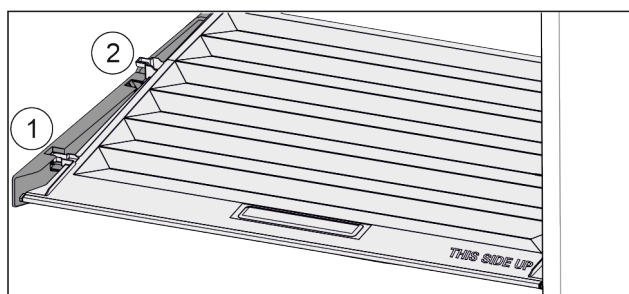

Fig. 128
- ▶ Veko potiahnite dopredu až k otvoru v prídržných dieloch Fig. 128 (1).
- ▶ Vzadu ho nadvihnite zospodu a zložte smerom nahor Fig. 128 (2).